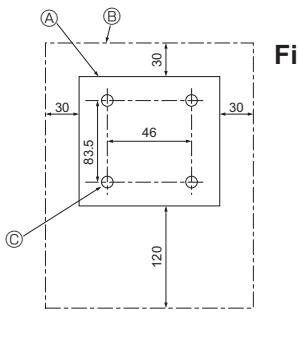

Fig. 6-2
(1) Выберите место установки пульта дистанционного управления. (Fig. 6-2)
[Fig. 6-2]